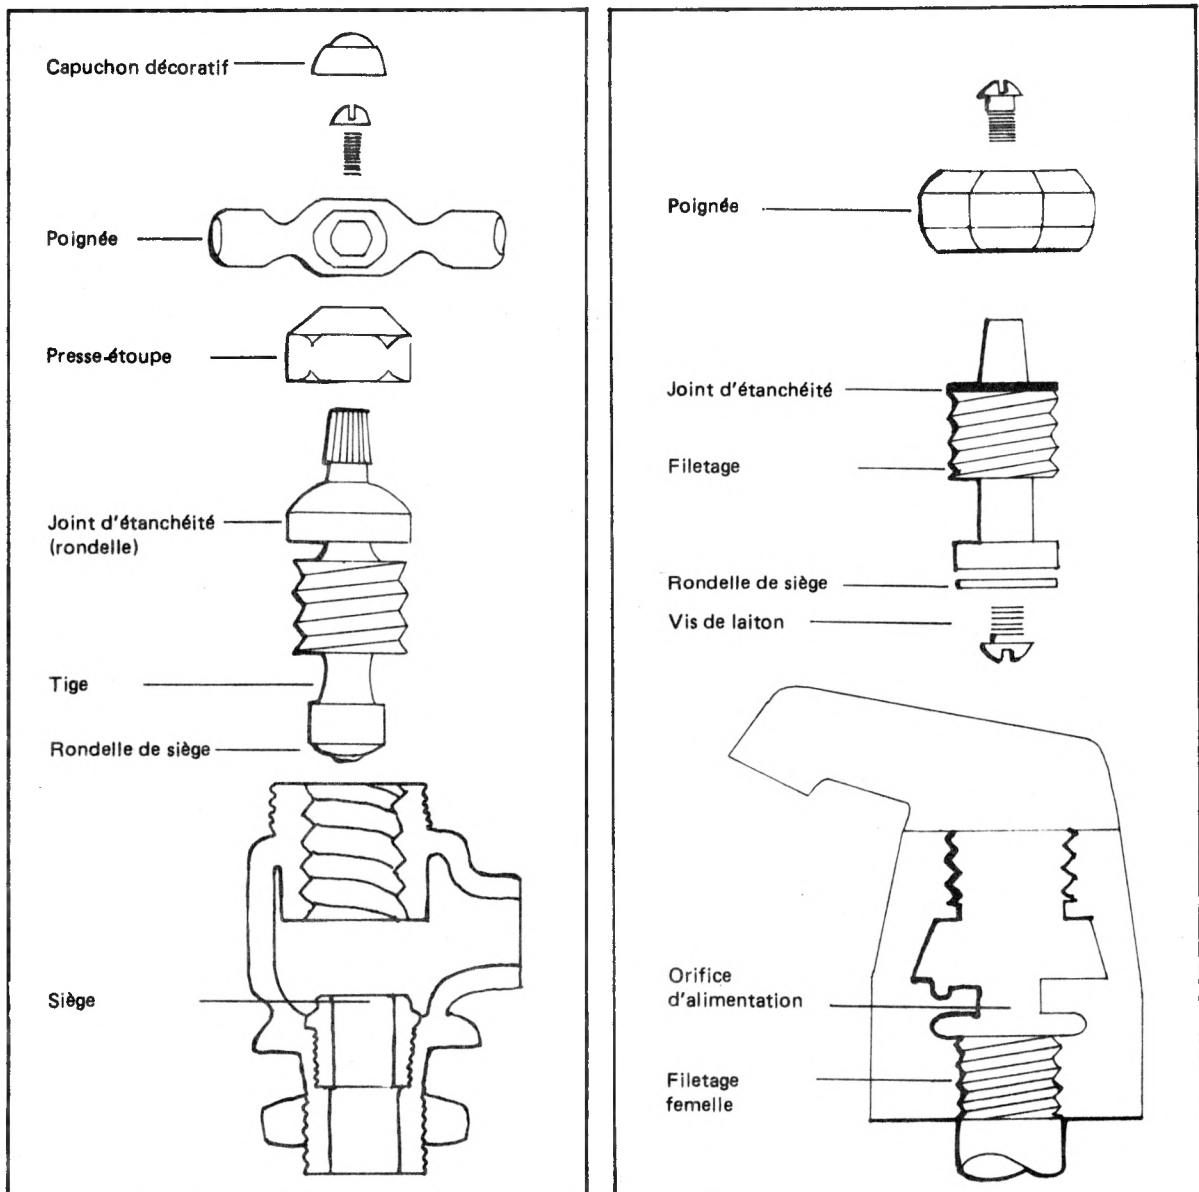

FIG. 4-12 ROBINETS ORDINAIRES
- b. Retirez le capuchon décoratif, qui est soit vissé, soit simplement poussé sur la vis qui retient la poignée. Voir à la Fig. 4-12.